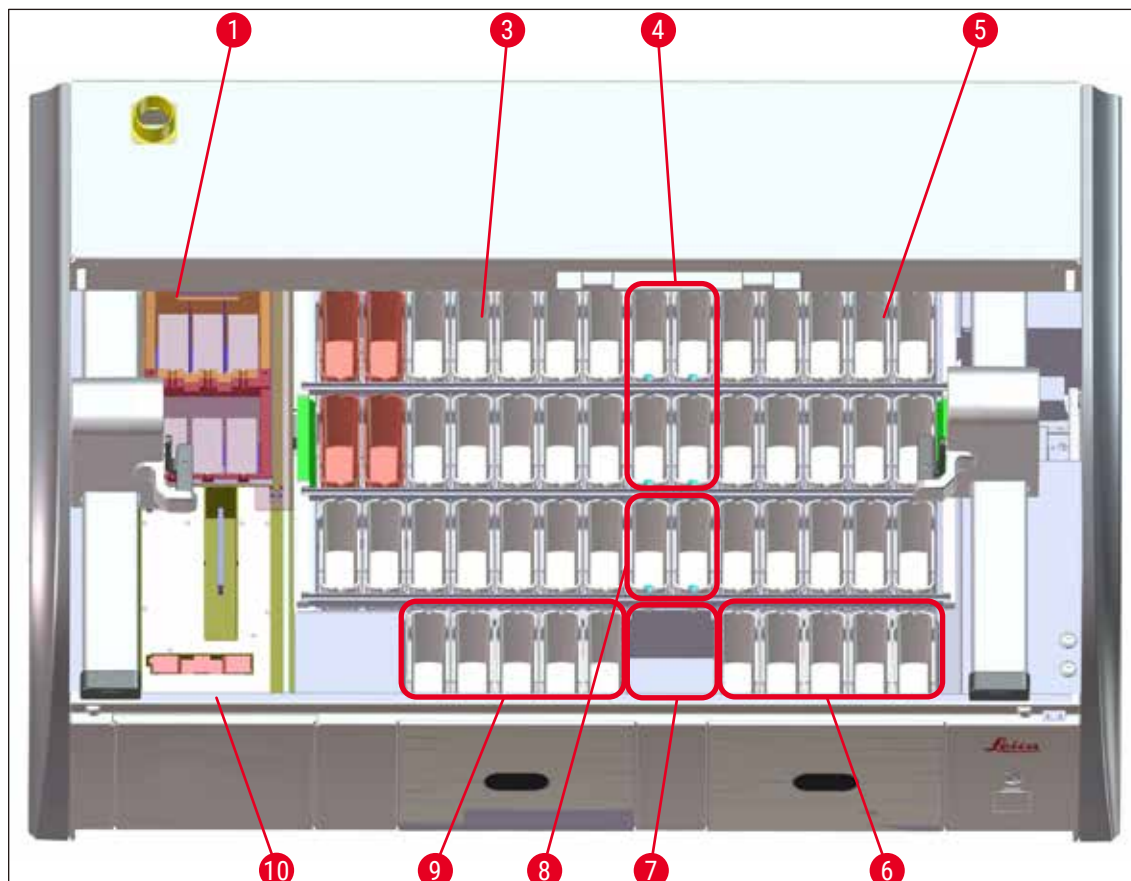

図65
- 複製ステーション（元のステーションと複製したステーション）は容器フィールドの同じ側にあることが必要です（→「図 40」）（→「図 65」）。これを守らなかった場合、槽の配置の変更結果を保存できません。
- (→「図65」) は、容器フィールドに配置されたさまざまなステーションの一覧です。